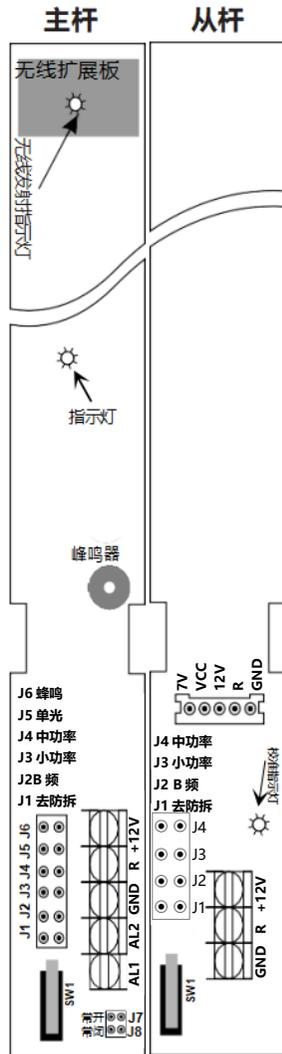

图2.跳线示意图
首先根据功能要求, 在安装光栅前, 先设置好主从杆电路板上的跳线帽的断开/闭合, 再安装光栅, 如下图2和图3
- 3.2 光栅安装前，先通过图2及图3的跳帽设置指引，进行功能的预设；